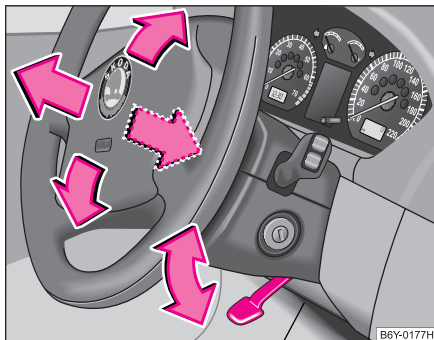

Fig. 89 Volante regulable: Palanca bajo la columna de dirección
- Gire la palanca situada bajo la columna de dirección ⇒ fig. 89 hacia abajo ⇒ ⚠.